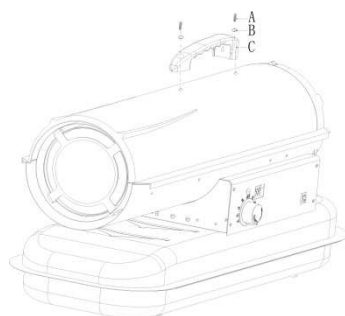

Fig. 1
**CAC20KW** : l'appareil de chauffage requiert uniquement de fixer la poignée en plastique, aucune autre opération n'est nécessaire (voir Fig. 1).